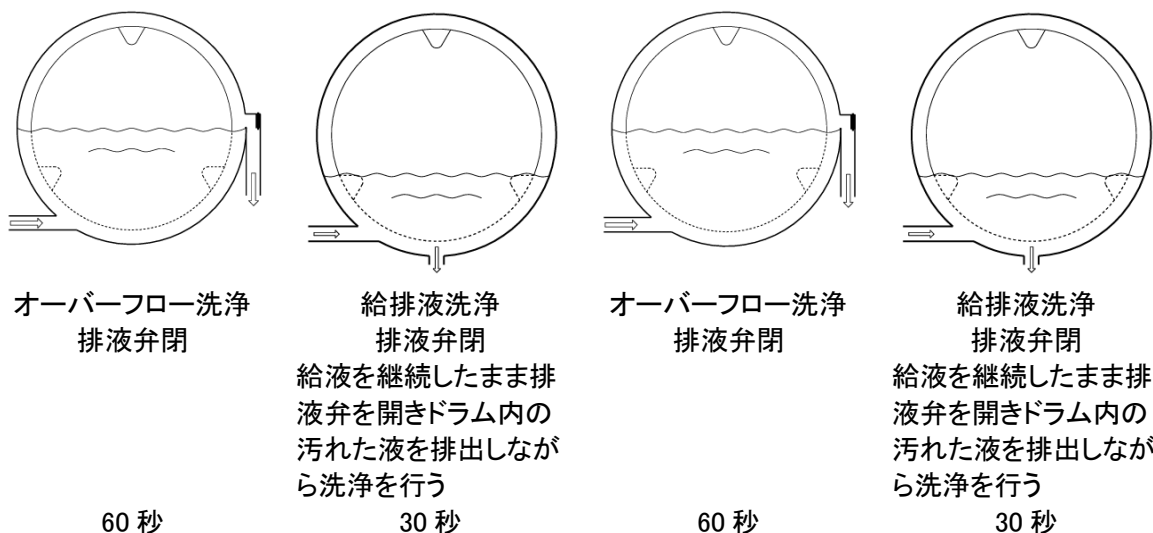

図 9-6
3) アップダウン洗浄(U.D.) (図 9-6)
動作 : ベースタンクよりフィルタ及びカーボンを経由し、溶剤をドラムへ給液します。オーバーフロー洗浄を行った後、給液を維持したまま排水弁を開き、ドラム内の汚れた液を排出しながら洗浄を設定時間まで繰り返します。(図9-6)